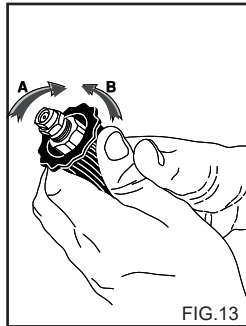

FIG.13
GE Brauch des verstellbaren Sprühkopfs (Fig.13).
- 2) Den Hochdruckreiniger anlaufen lassen, den Reinigungsmittelhahn (falls vorhanden) aufdrehen, die Steuerung für das Absaugen des auf der Lanze (Fig. 13) vorhandenen Reinigungsmittels betätigen und nun das Mittel von unten nach oben auf der ganzen, zu reinigenden Oberfläche verteilen. Ein paar Minuten lang einwirken lassen.